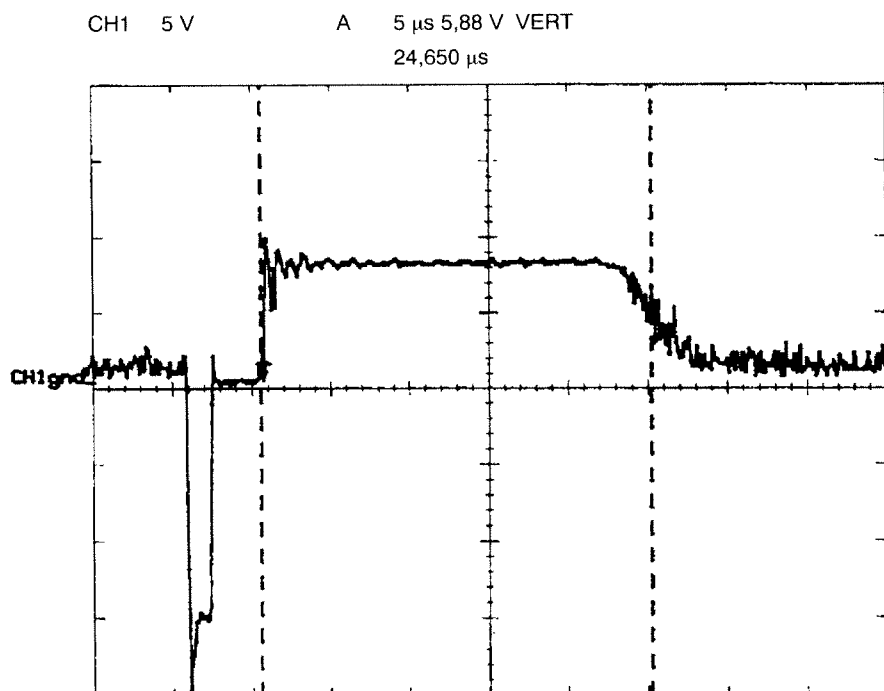

Bild 3.
- Kontrollera med potentiometern för manuell LO-avstämning att max ekolängd, min 22 μs erhålls vid värdet 5,0 på potentiometerskalan. Se bild 3. Justera LO-tuning på lokaloscillatorn vid behov. Justera förselektionsfiltret för maximal brusmatta.